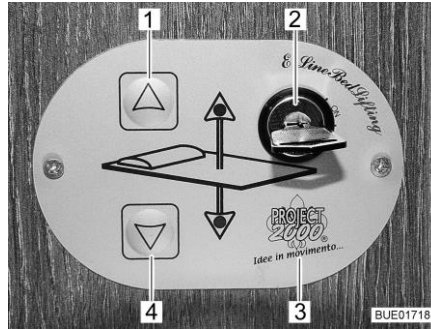

Bild 73 Kontrollenhet
Med knapparna (Bild 73,1 och 4) på kontrollenheten (Bild 73,3) sänks och lyfts den höjbara sängen. Med nyckelbrytaren (Bild 73,2) säkras kontrollenheten mot obehörig användning.
- Vrid nyckeln i nyckelbrytaren (Bild 73,2) 90° medurs på ställningen "On". Kontrollenheten (Bild 73,3) är aktiverad.
- Tryck på pilknappen (Bild 73,4) och håll den så länge intryckt till den höjbara sängen sänks ned till önskad position.
- Tryck på pilknappen (Bild 73,1) och håll den så länge intryckt till den höjbara sängen lyfts fram till gränsställningen.